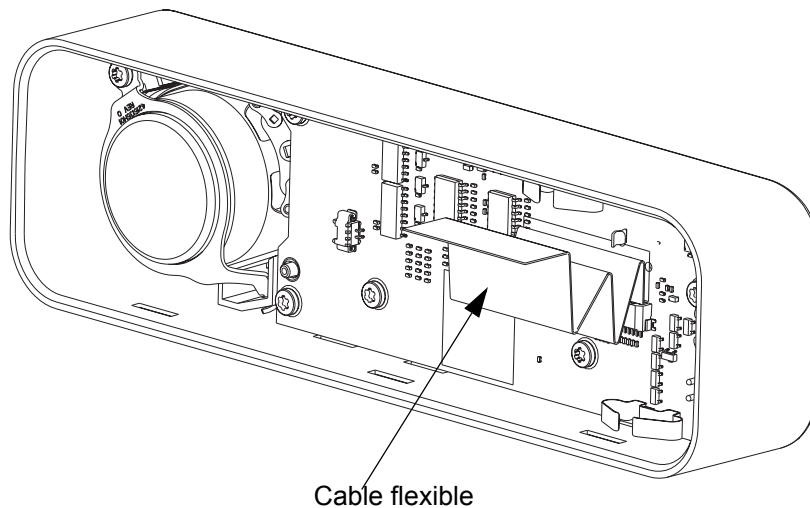

Figura 5-40 Montaje del cable flexible
7. Monte el cable flexible en el conector respectivo de la tarjeta de la unidad de control; cerciórese de que quede bien asentado, como se muestra en la Figura 5-40.